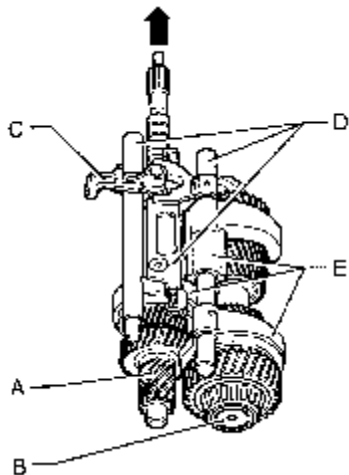

图 9-50 组装主从动轴结构部件
(1) 进行主动轴 A、从动轴 B、转向轴 C、带有换挡轴的换挡杆 D 以及换挡拨叉 E 的组装，如图 9-50 所示。